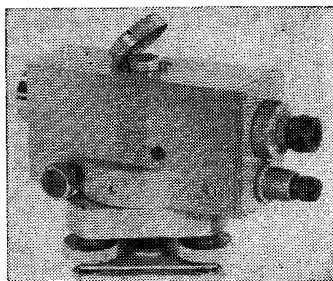

Рис. 17. Нивелир Ni 025
3.13. Нивелир Ni 025 (рис. 17) предназначен для производства нивелирования IV класса, может применяться в геодезических работах в строительстве.